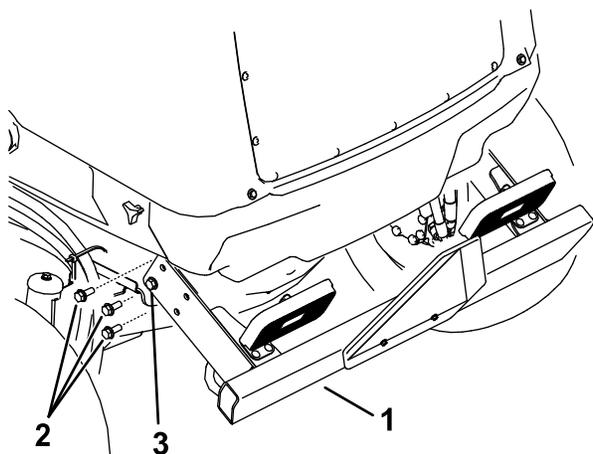

Figure 107
2. Retirez les 3 vis à embase de chaque côté du pare-chocs arrière, comme montré à la Figure 107.
embase qui fixent le pare-chocs arrière au cadre (Figure 107).